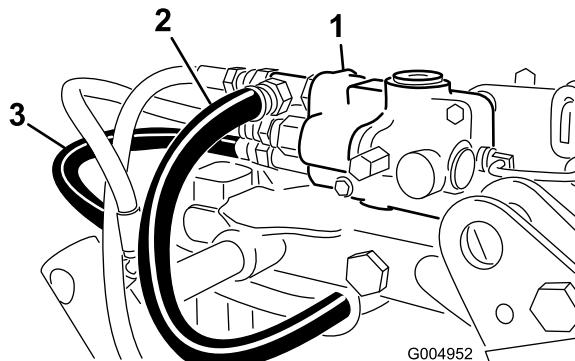

Figura 11
8. Pase los mangos de presión hidráulica y del depósito hasta la válvula y conéctelos (Figura 11).